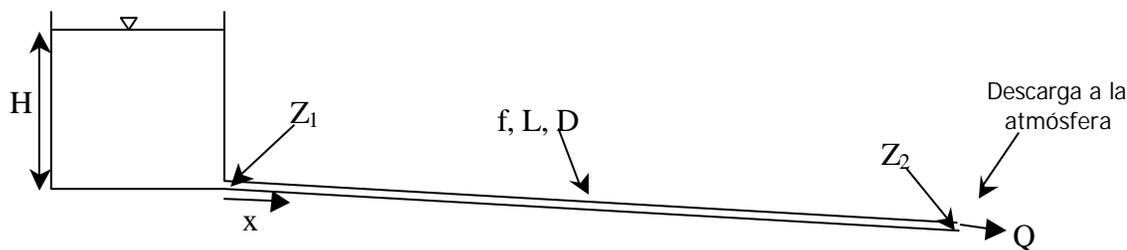

Figura 1. Esquema del sistema
- Determinar cuánto ha de valer el coeficiente de pérdida singular ( $\Sigma k$ ) para que el caudal  $Q$  en el sistema de la figura 1 se encuentre entre 110 y 115 [l/s]. Desprecie otro tipo de pérdidas singulares que no sean las ocasionadas por las placas orificio. Considere pérdidas friccionales en la conducción.
- Ubicar en el sistema una o más placas orificio, con los diámetros que Ud. elija, para conseguir que el caudal se mantenga en el rango antes señalado. Indicar la posición ( $x_i$ ) de cada una de éstas, determinando además la velocidad y presión en las secciones (1), (2) y (3) de cada placa.